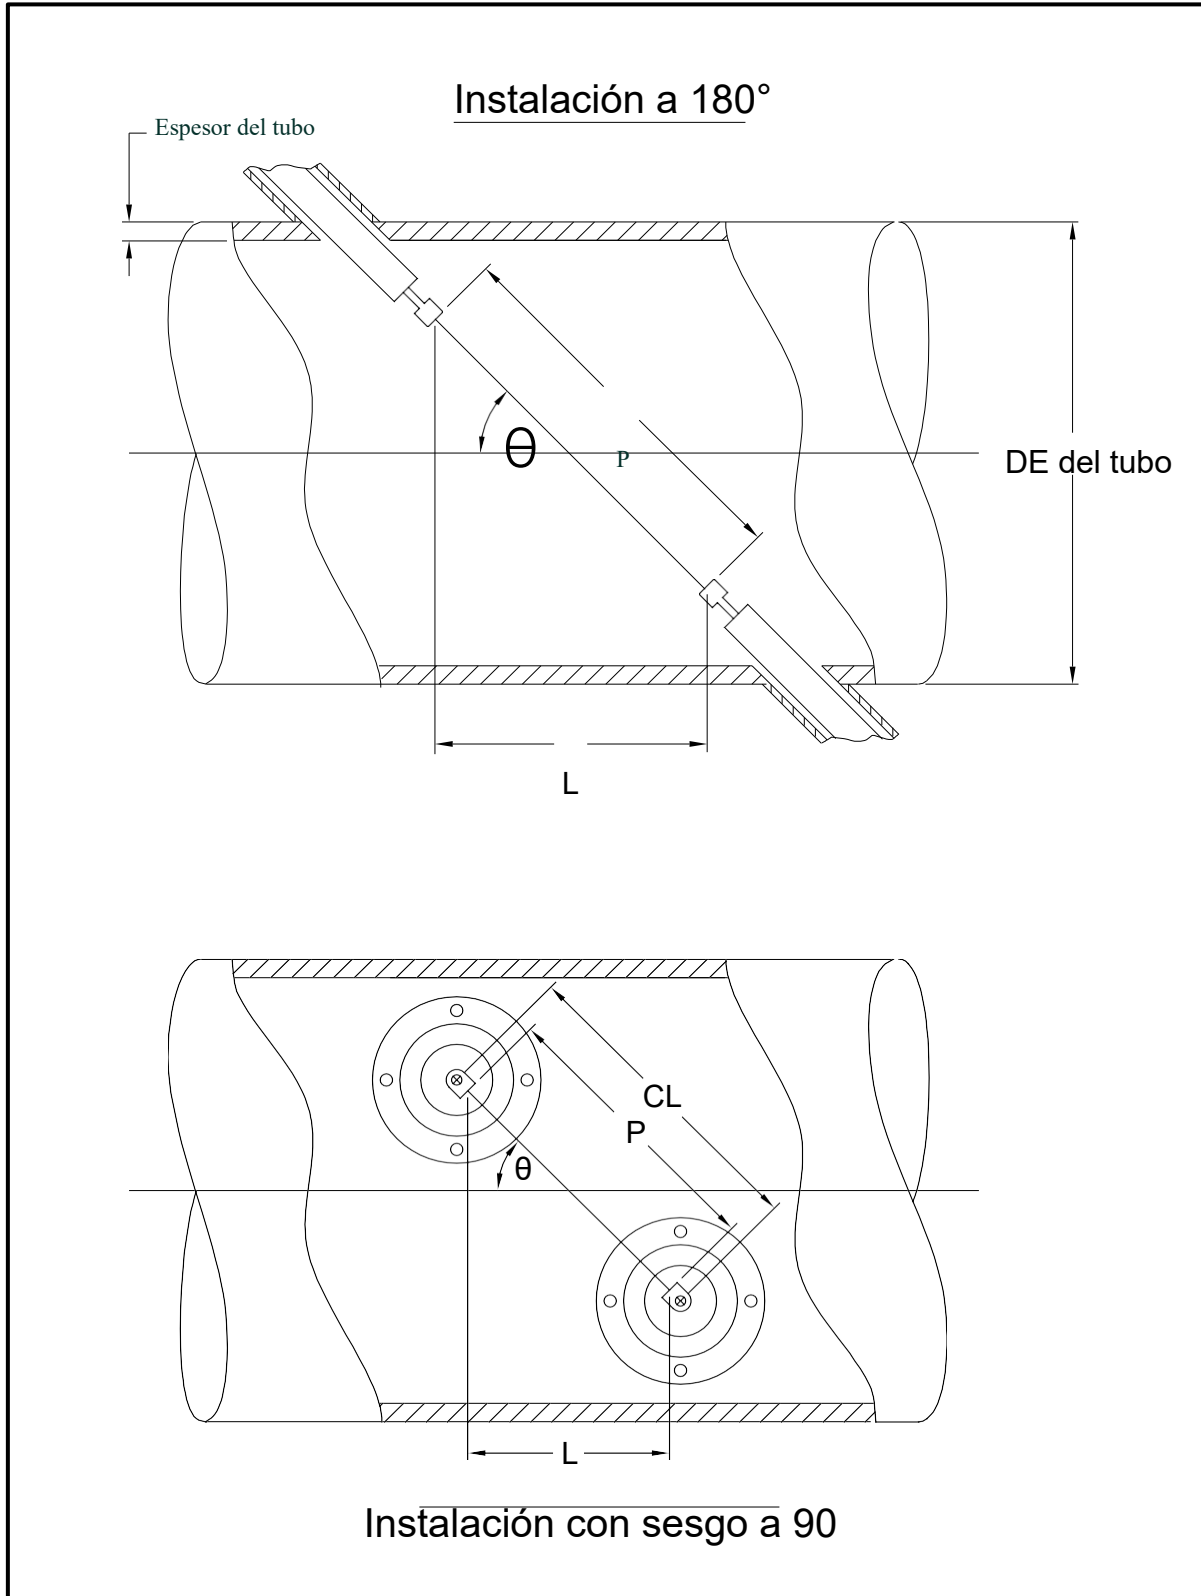

Figura 22: Vista superior de instalaciones típicas de transductores
La exactitud de los valores P y L programados es fundamental para obtener mediciones precisas del caudal. Si Panametrics suministra la célula de caudal para el sistema, los valores correctos se incluirán en la documentación suministrada con el sistema. Para los transductores instalados en una tubería existente (véase la Figura 22 en la página 68), P y L deben medirse en la planta. Este apéndice proporciona instrucciones para determinar correctamente estas dimensiones.
Siempre que sea posible, mida físicamente la distancia cara a cara (P) y la distancia axial (L) entre los centros de las caras planas de los transductores. Consulte la Figura 22 en la página 68 para ver una ilustración de las distancias adecuadas a medir, en una instalación típica.
Con una instalación de transductor con sesgo de 90°, a veces ocurre que los únicos parámetros conocidos son el ángulo del transductor (θ) y la distancia central entre los cuerpos del transductor (CL). En estos casos, todavía es posible calcular P y L combinando la Ecuación C-1 con la Ecuación adicional C-2 (véase la Figura 22 en la página 68):